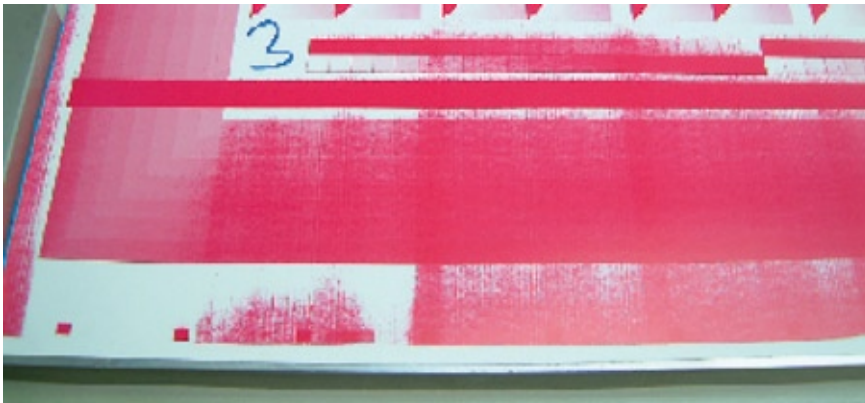

Abb. 3 [oben] und Abb. 4 [unten]: Der Druck der Testform [oben] zeigt das deutliche Defizit im Farbwerk [unten] an.
- Verschmutzung und Kalkablagerungen im Farbwerk [Abb. 3 und Abb. 4]